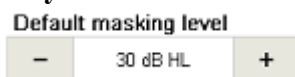

Рисунок 159
- **«Default masking level»** («Уровень маскирования по умолчанию»): Выберите уровень маскирующего звукового сигнала по умолчанию при включении сигнала. Выберите значение между **0 дБ** и **50 дБ** (Рисунок 159).